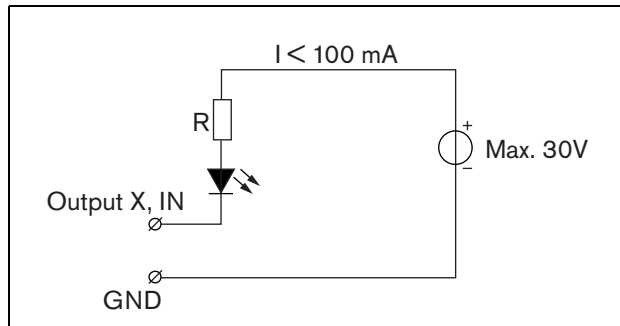

figura 14.5: LED ad alimentazione esterna
- Spia o LED ad alimentazione esterna. Per un diagramma di connessione, vedere figura 14.5.
Il valore di resistenza R in figura 14.5 dipende dalla tensione della sorgente esterna, dalla tensione diretta del LED e dal flusso di corrente attraverso il LED: